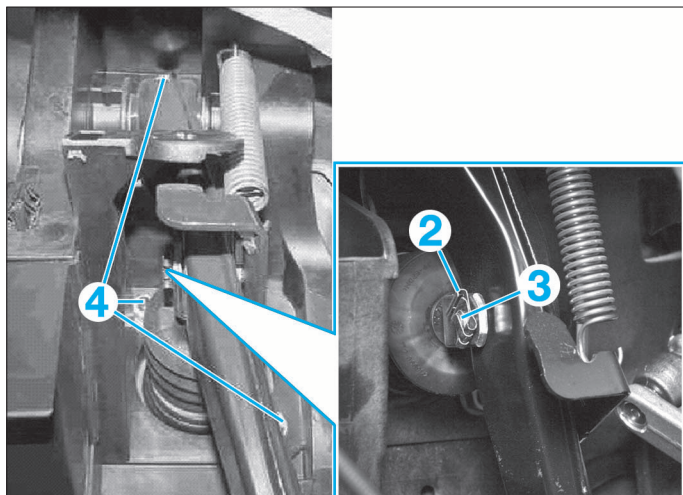

FIG. 5
- l'agrafe (2) de l'axe (3) (Fig.5),